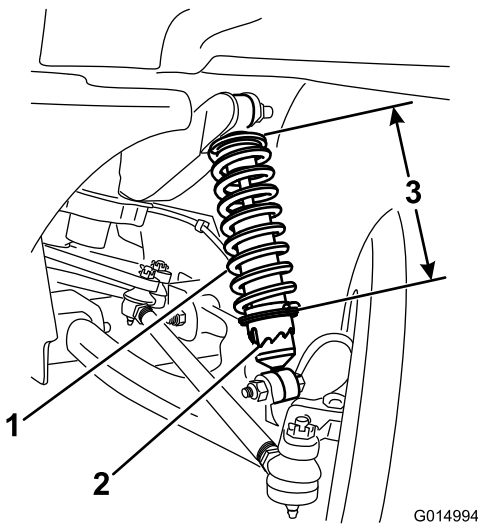

Bild 32
- A. Drehen Sie den Kragen am Stoßdämpfer mit dem Werkzeug TORO6010, um die Länge der Feder zu ändern (Bild 32).